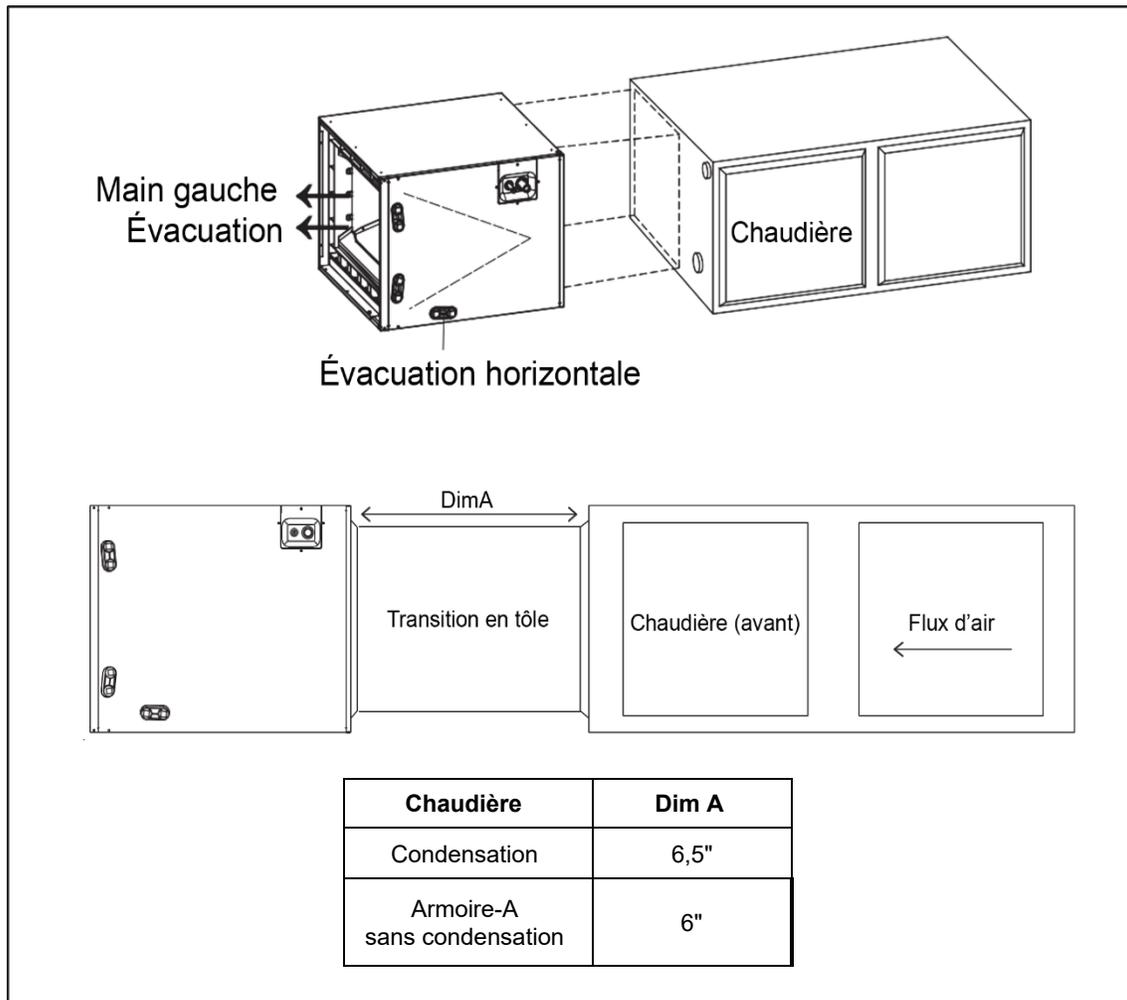

Fig. 3-2 Transition pour orientation horizontale gauche
3. Si le serpentin est utilisé en liaison avec un appareil de chauffage à refoulement en orientation horizontale gauche : Une transition en tôle peut être installée entre la sortie d'air d'alimentation de la fournaise et l'entrée d'air d'alimentation du serpentin d'évaporateur pour créer un espace entre la chambre de serpentin et la sortie du conduit de chauffage pour les chaudières sans condensation à armoire-A et pour les chaudières sans condensation et pour toutes les dimensions d'armoire. Voir Figure 3-2